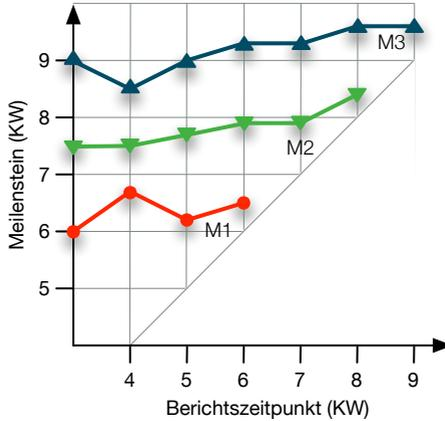

Abbildung 6.2: Meilenstein-Trendanalyse.
- Meilenstein-Trendanalyse, siehe Abb. 6.2